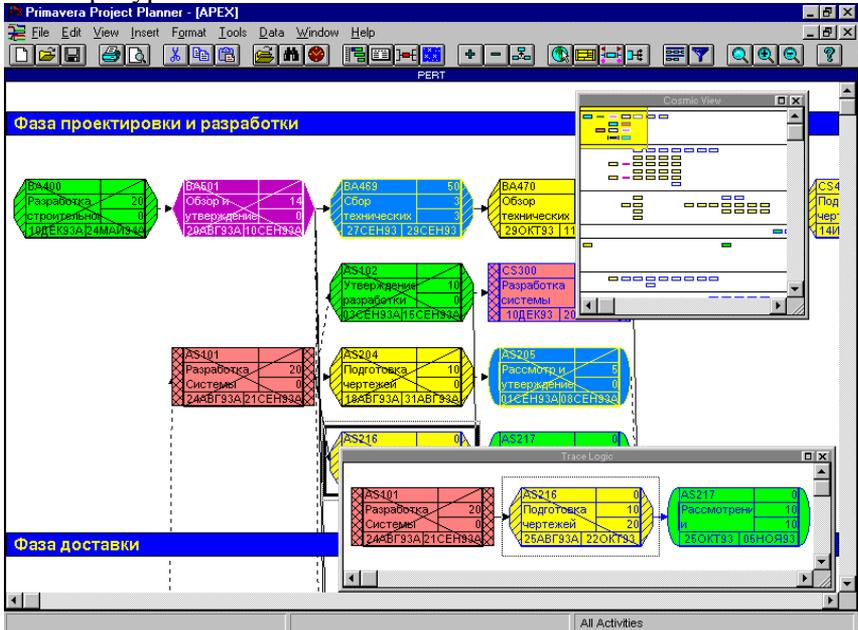

Рис. 5.2. Подання PERT-діаграми в РЗ
6) **Звіти.** Звіти можна створювати на основі макета в PERT-поданні або **Лінійному графіку** (рис. 5.2). Звіти в HTML-форматі можна підготувати, використовуючи Primavera Web Publishing Wizard. Ці документи можна розмістити в World Wide Web (використовуючи FTP) або в офісний Intranet і розглядати, використовуючи INTERNET-броузер. Документи містять пов'язаний гіпертекст або переходи на інші сторінки в структурі, дозволяючи переміщатися між проектами і повідомленнями від сторінки до сторінки в межах повідомлення. Для передачі проектною інформації можна використати табличні і графічні шаблони, передбачені в РЗ. Можна